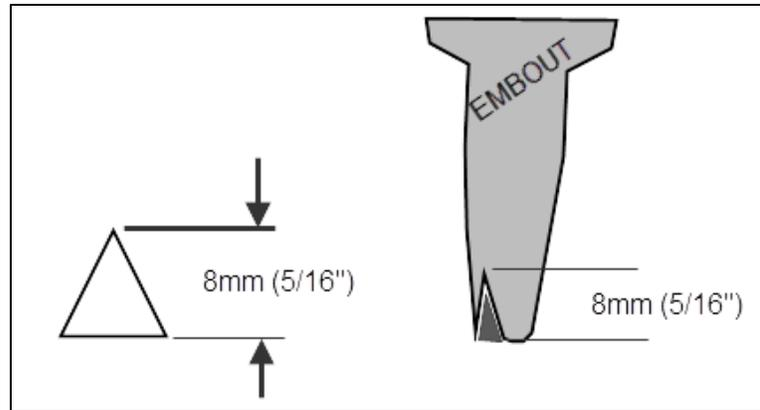

FIGURE 3 CORDON TRIANGULAIRE
4. Choisir un embout applicateur de colle pour cordon triangulaire de 8mm. (Figure 3)
5. Si l'embout n'est pas disponible, couper une ouverture triangulaire de 8mm de haut dans l'embout. (Figure 3)